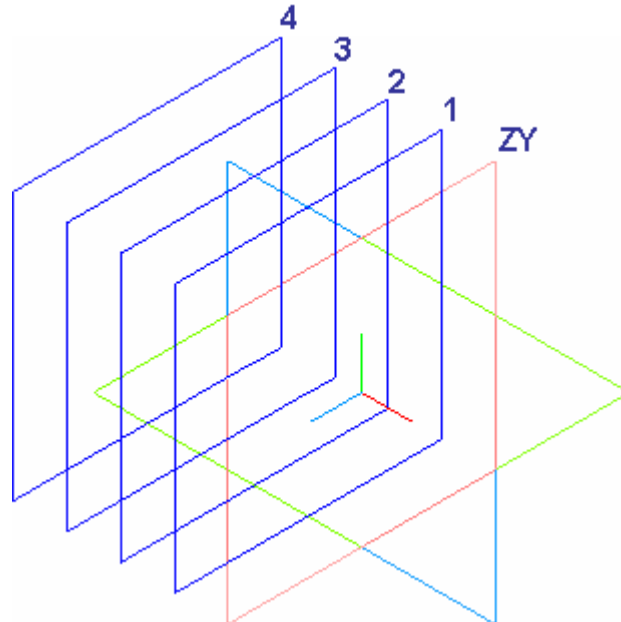

Рисунок 4.
- Создайте дополнительно три смещенные плоскости на расстояниях 20, 30 и 40 мм от плоскости ZY. Каждый раз указывайте плоскость, вводите значение смещения и нажимайте кнопку Создать объект  (рис. 4).